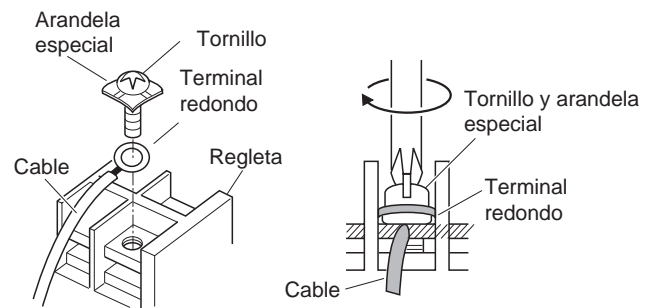

Fig. 5-6
- Colóquelos en su lugar de la regleta y apriete correctamente. (Fig. 5-6)